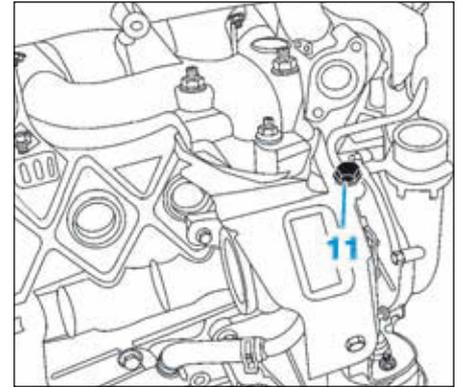

FIG.51
- la vis du tuyau d'alimentation en huile du turbocompresseur (11) (Fig.51),